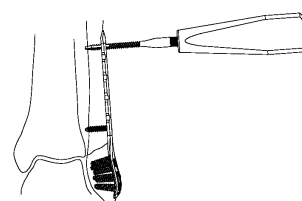

図 21
- 3) 骨質が硬い場合は、3.5LS 用タップ (グリップ型) でプレタップを行います。(図 21)